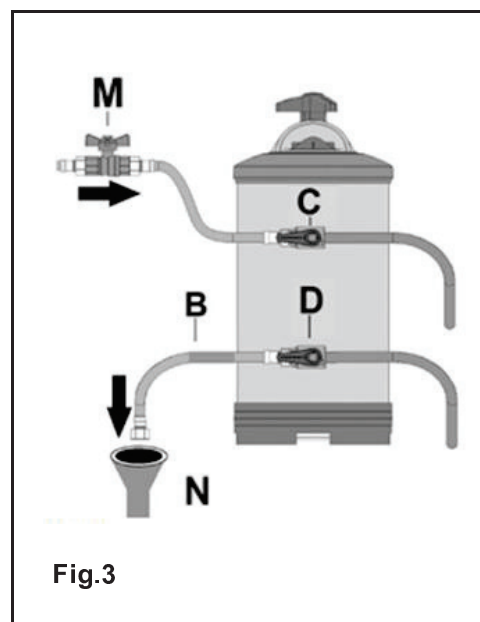

Fig.3 Rensning af Resin
- Placer udløbsslangen (fig. 3, B) i gulvafløbet. (fig. 3, N)
- Drej indløbs- og udløbsventilhåndtagene (fig. 3, C-D) til venstre.
- Åbn vandhanen (fig. 3, M) for at lukke vand ind.
- Luk vandhanen (fig. 3, M) og tilslut udløbsslangen (fig. 3, B) til OPTIMA.